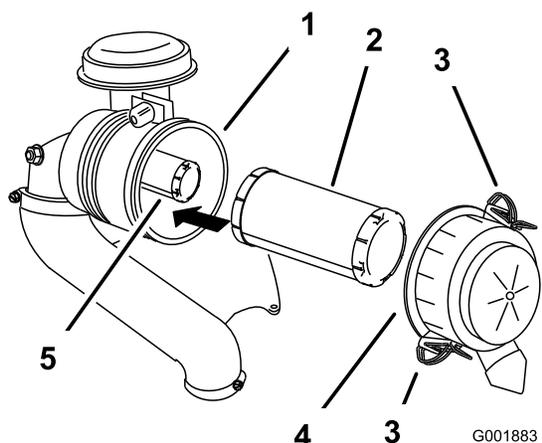

図 45
2. エア・クリーナのラッチを外し、ボディからカバーを外す（図 45）。
- 1次フィルタをゆっくり引き抜くようにしてエア・クリーナのボディから外す（図 45）。
- 安全フィルタを交換する場合には、十分に注意しながら、フィルタのボディに挿入する（図 45）。
- 1次フィルタをゆっくり押し込むようにして安全フィルタの上から取り付ける（図 45）。
- 上下方向を確認、**up**と書いてある方を上に向けてエア・クリーナ・カバーを正しく取り付け、ラッチを掛ける（図 45）。